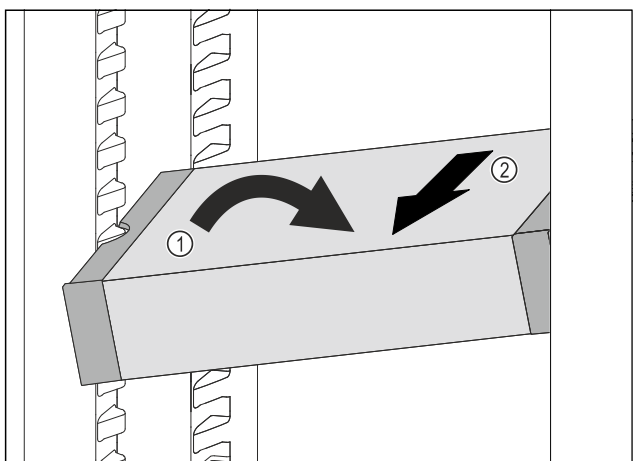

Fig. 117
- VarioSafe postavte v chladničce šikmo. Fig. 117 (1)
- VarioSafe odeberte směrem dopředu. Fig. 117 (2)